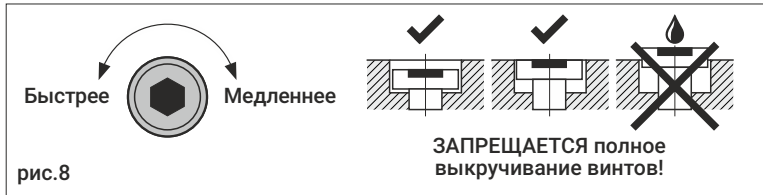
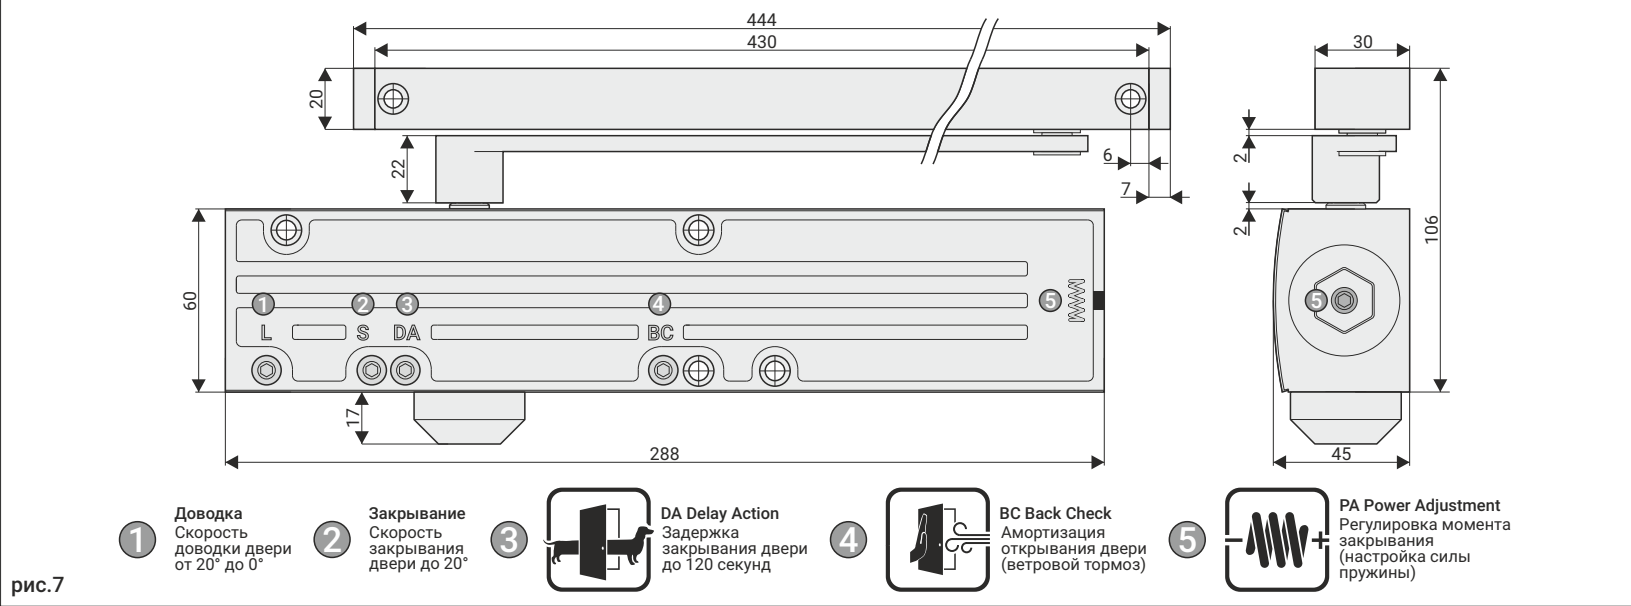

рис.8
рис.7
6. Отрегулируйте скорости «закрывания» (S) и «доводки» (L), не открывая дверь более, чем на 70°, рис.7. Поворот винта по часовой стрелке замедляет скорость, против часовой стрелки - увеличивает скорость закрывания, рис.8.
7. Отрегулируйте функцию «задержки закрывания» (DA), рис.7, рис.9. Поворот винта по часовой стрелке увеличивает время задержки закрывания, против часовой стрелки - уменьшает, рис.8.
8. Отрегулируйте функцию «амортизации открывания» (BC), рис.7, рис.9. Поворот винта по часовой стрелке увеличивает сопротивление открыванию, против часовой стрелки - уменьшает, рис.8. ! Винты регулировки скоростей не должны выступать за плоскость тела доводчика, рис.8.
2. Техническое обслуживание доводчика: ТРЕБУЕТСЯ РЕГУЛИРОВАТЬ винты «закрывания» (S), «доводки» (L), «задержки закрывания» (DA) и «амортизации открывания» (BC) каждый раз при снижении или повышении температуры окружающей среды на 15°С таким образом, чтобы открытая на 90° дверь полностью закрывалась примерно за 5 сек. (при отключенных опциях DA и BC).
5. НЕ ДОПУСКАЕТСЯ полное выкручивание винтов «закрывания» (S), «доводки» (L), «задержки закрывания» (DA) и «амортизации открывания» (BC) ! Полное выкручивание винтов регулировки приводит к разгерметизации доводчика, вытеканию масла, повреждению защитной крышки и потере работоспособности вследствие неправильной эксплуатации, рис.8.